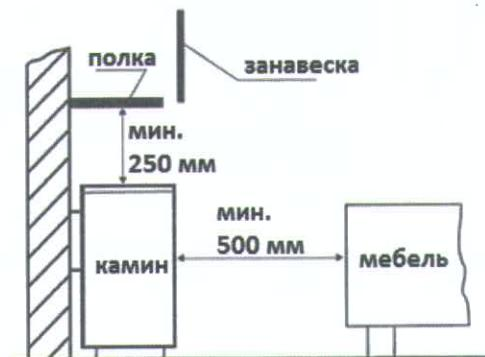

Рис. 8
**Расстояние до легковоспламеняющихся предметов (см. рис. 8).**